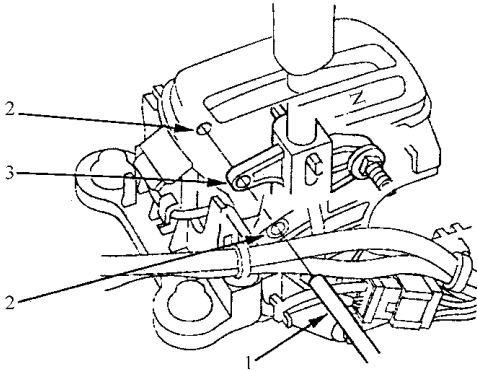

图 5-64 将 6.0mm 销穿过换档杆托架底座上的定位孔
6) 如图 5-64 所示, 将一个 6.0mm 的销, 穿过换档杆托架底座上的定位孔, 插入换档杆上的定位孔。换档杆能够可靠地固定在 N 位置。